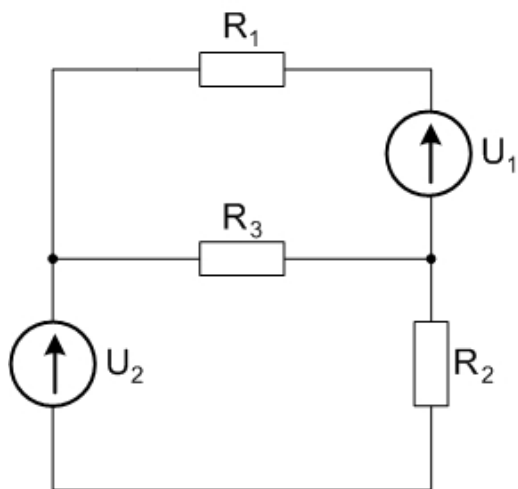

Рис. 6.4
**Приклад.** Розрахувати струми у гілках даної електричної схеми (рис. 6.4), якщо: